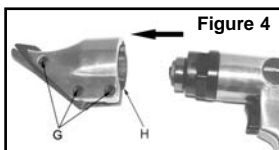

Figure 4
- Desserrer les 3 vis creuses (G) sur la tête (H). Pour dégager la tête du moteur, la tirer vers le haut tout en faisant un mouvement de va-et-vient (voir la figure 4).